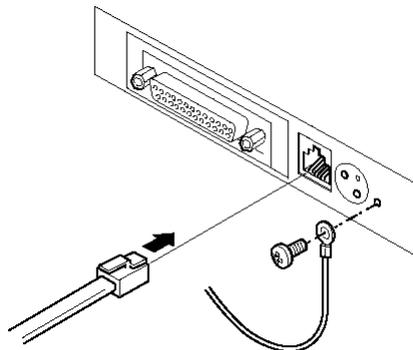

Рисунок 5 Подключение денежного ящика
2. Подсоедините вилку кабеля денежного ящика к соответствующему разъёму на задней панели принтера (см. Рис. 5).
3. Закрепите провод заземления винтом, как показано на Рис.5.